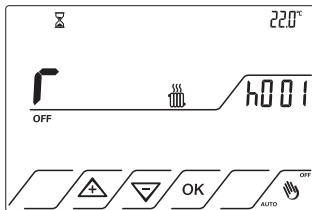

Fig.48
12.5 Tenere premuto il tasto OK per almeno 3 secondi. Lampeggia il contatore dell' ora 0 01. Fig.48